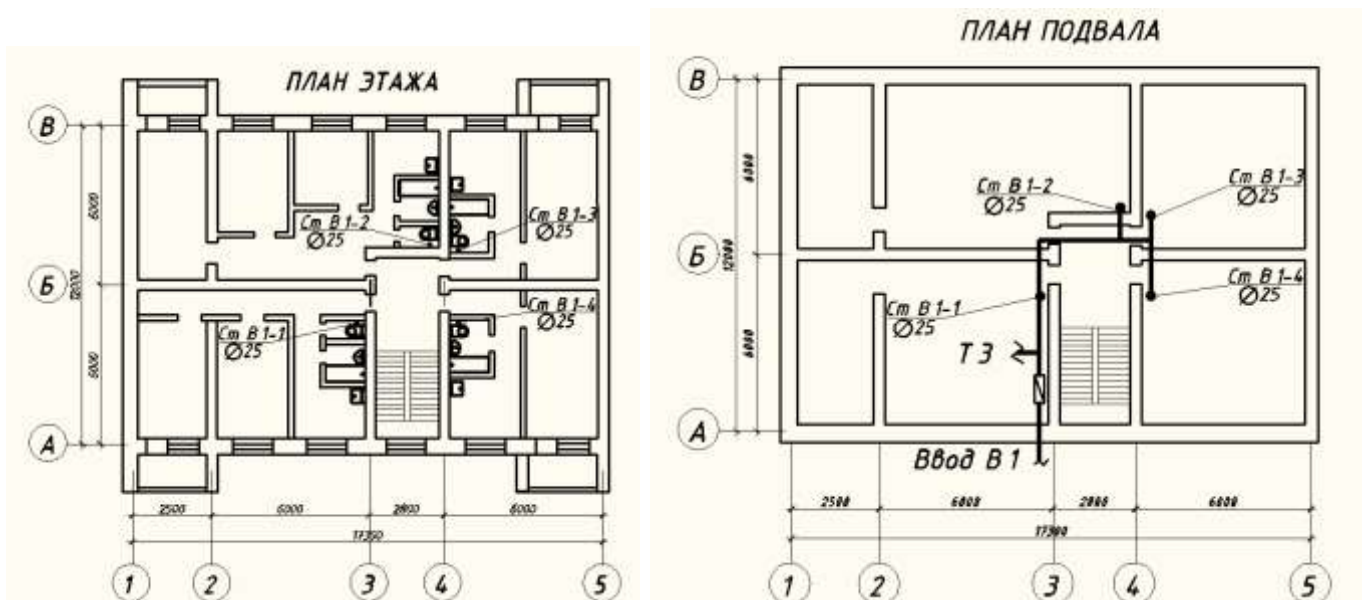

Рисунок 7.1 – План первого этажа, план подвала
1 Замололировать систему внутреннего водопровода в программе Renga. План этажа см. рис.7.1
На плане этажа здания намечаются точками места размещения водопроводных стояков. Все стояки должны быть пронумерованы (Ст В1- 1, Ст В1-2 и т.д.)(см. рис.7.1).
4. Все стояки на плане этажа переносятся на план подвала, подписываются, а затем наносится магистраль, соединяющая стояки (см. рис. 7.1). Магистральная линия подписывается — В
На аксонометрической схеме показывают (см. рис. 7.1):